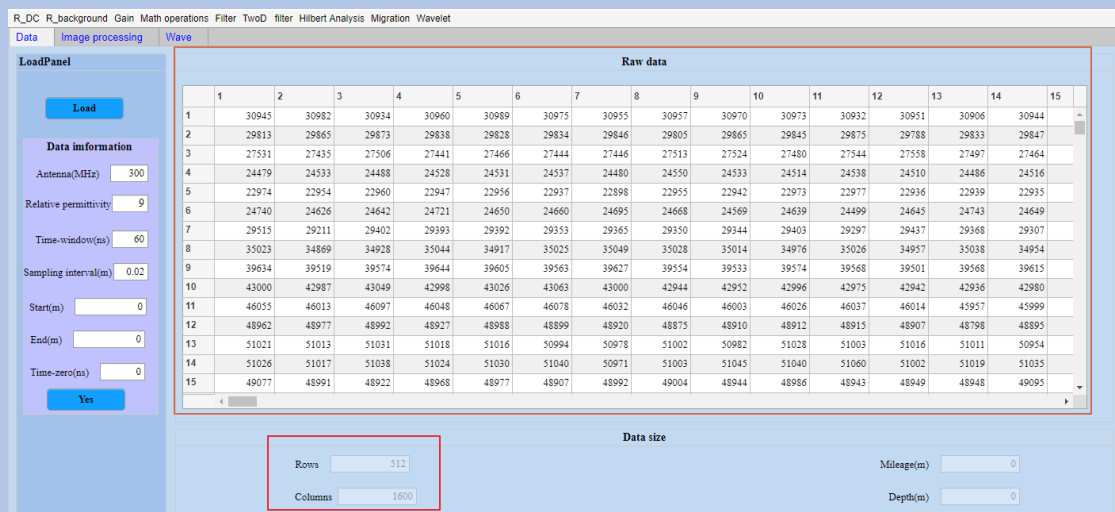

图 8-7 Case2 加载数据
(1) 读入数据, 如图 8-7 可以看到该数据是 512 采样的, 并且具有 1600 个 traces。